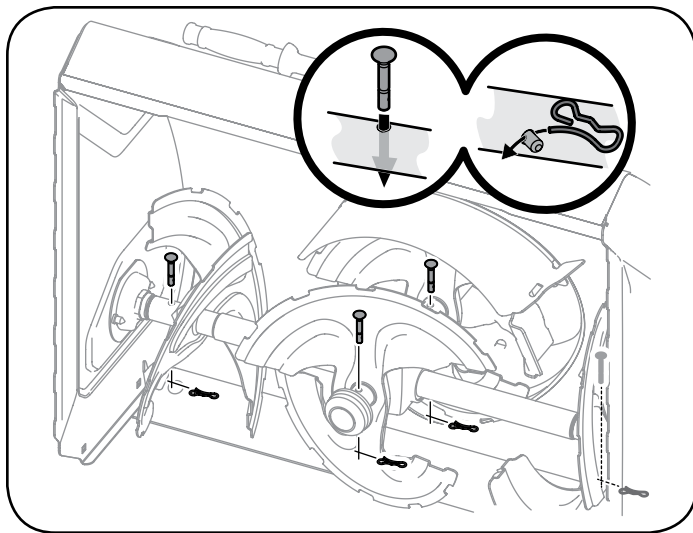

Figura 40
- Las barrenas están sujetas al eje espiral con pasadores de cuchilla de cabezal redondo de color negro - Pieza del fabricante original N° 738-05273. Consulte la Figura 40.
- La barrenas del acelerador central están sujetas al eje espiral con los pasadores de cuchilla de cabezal hexagonal - Pieza del fabricante original N° 738-06654. Consulte la Figura 40.